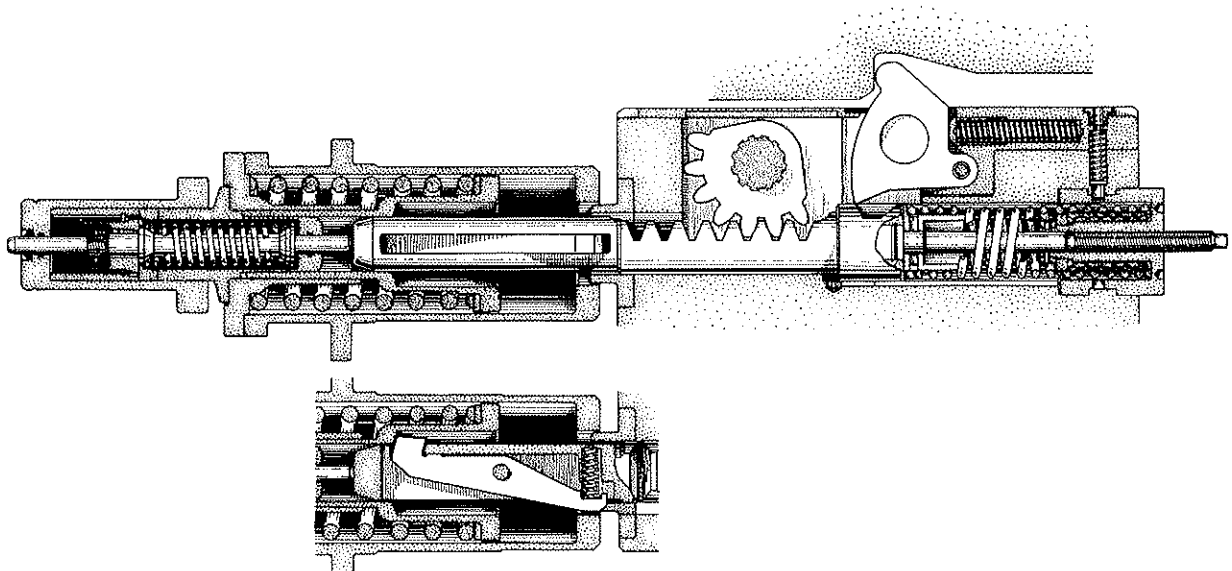
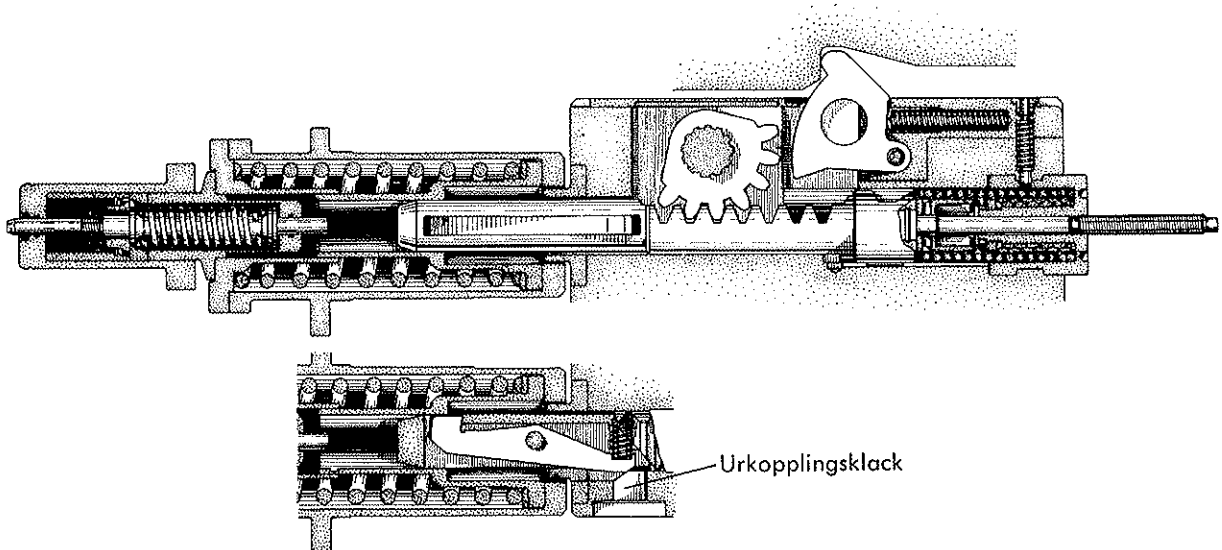

Bild 25. Kilen börjar öppnas
Bild 26. Manöverstångens bakre vändläge
24) träffar manöverpallens främre ända manöverhylsan. Denna pressas framåt och komprimerar öppningsfjäders. Då ca 10 mm återstår av tillbordsgången (bild 25) träffar spärren klacken på luckan över bakstycket. Spärren tvingas vrida sig och dess låsning av manöverstången upphör. Denna blir fri och pressas av den spända öppningsfjäders bakåt, varvid den kommer att vrida kuggsegmentet och därmed även manöveraxeln och manöverarmen, så att mekanismen öppnas. Vid manöverarmens bakåtgående rörelse komprimeras också stängningsfjäders, som är betydligt svagare än öppningsfjäders. Öppningsfjäders har fört manöverstången till bakre vändläget (bild 26), där den stoppats av ringfjäderbufferten. Manöverstången har i detta läge vridit manöveraxeln, så att kilen befinner sig i sitt övre vändläge, där den slagit emot utkastarna, så att patronhylsan kastats ut. Manöverpallen har i samma ögonblick påverkats av urkopplingsklacken och kopplat bort öppningsfjäders, vars manöverhylsa gör anslag i manöverhuset, varvid manöverpallens främre ände går in i manöverhylsans smala del.